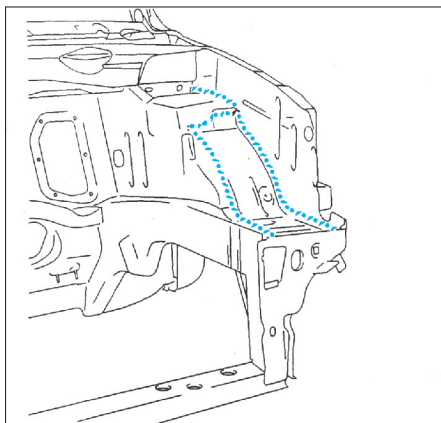
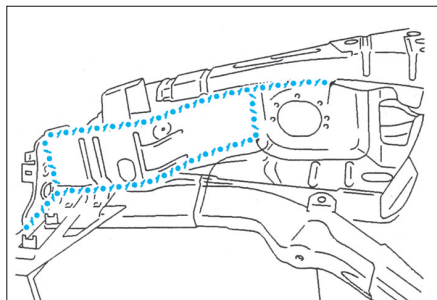

FIG. 16
FIG. 17
- Appliquer un mastic à lisser au pinceau (Fig.16) et (Fig.17).